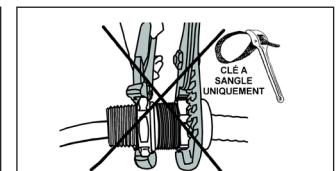

Figure 5
- Serrez l'écrou presse-étoupe jusqu'à ce que le joint soit scellé de manière appropriée ou au couple maximum (voir tableau). Le manchon doit couvrir de manière uniforme la gaine extérieure du câble. Assurez-vous que le câble demeure centré afin d'obtenir une étanchéité optimale (Figure 5).